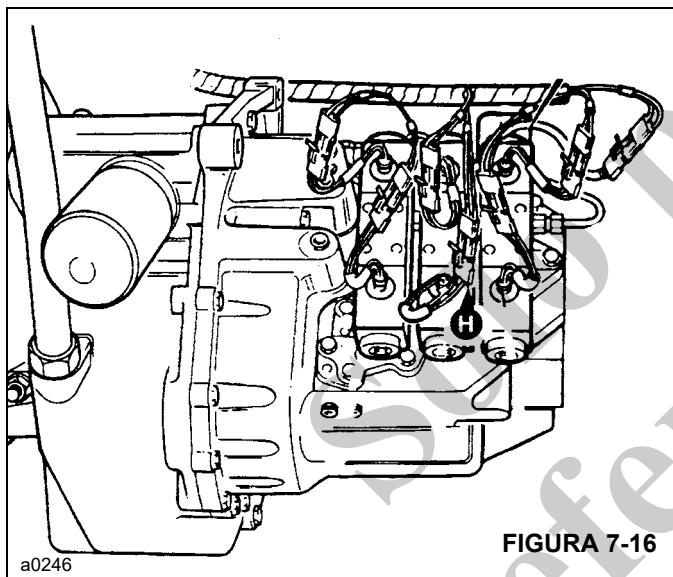

FIGURA 7-16
3. Retire el conector de alimentación del solenoide del embrague del eje intermedio **H** (Figura 7-16). Esto asegura que se active únicamente el embrague de avance con relación alta cuando se seleccione la 2a marcha de avance.